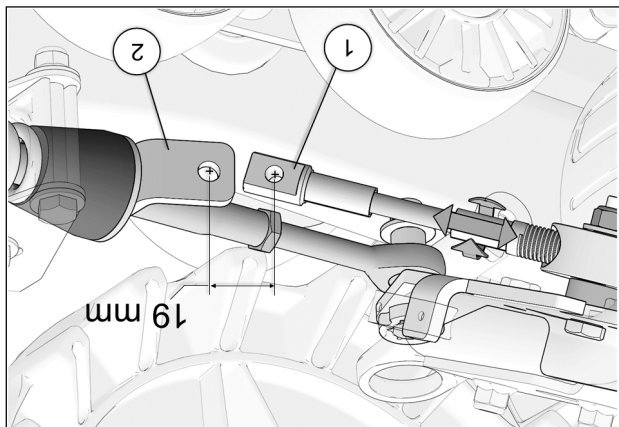

Fig. 27
15. Tourner le volant du véhicule au maximum de la course du côté gauche. En maintenant une pression au volant, ajuster le câble (en vissant ou dévissant pour ajuster la longueur). Voir la Fig. 27
16. Obtenir une distance de 19 mm [ $\frac{3}{4}$  po.] du centre de l'extrémité du câble (1) au centre de l'extrémité du support de fixation (2). Voir la Fig. 27